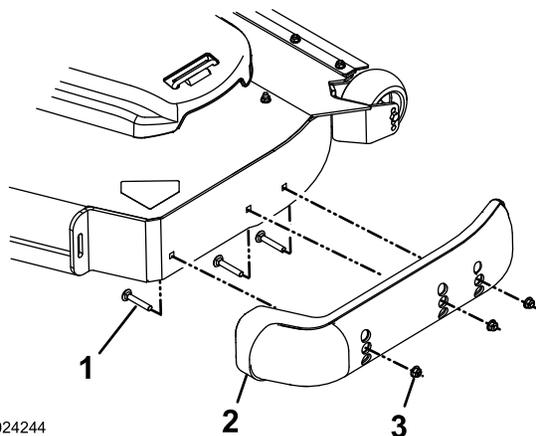

Рисунок 35
3. Снимите с каждого полоза каретные болты и гайки (Рисунок 35).